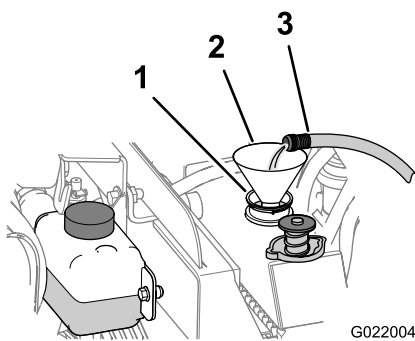

Figura 140
- B. Llene el radiador con agua limpia (Figura 140).